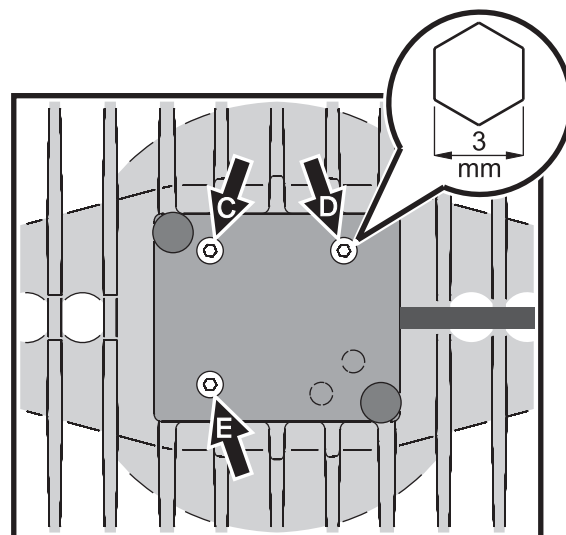

Figure 3: Vis de réglage de lampe
4. Voir Figure 3. Agissez sur les vis Allen de 3 mm **C**, **D** et **E** pour uniformiser le faisceau.